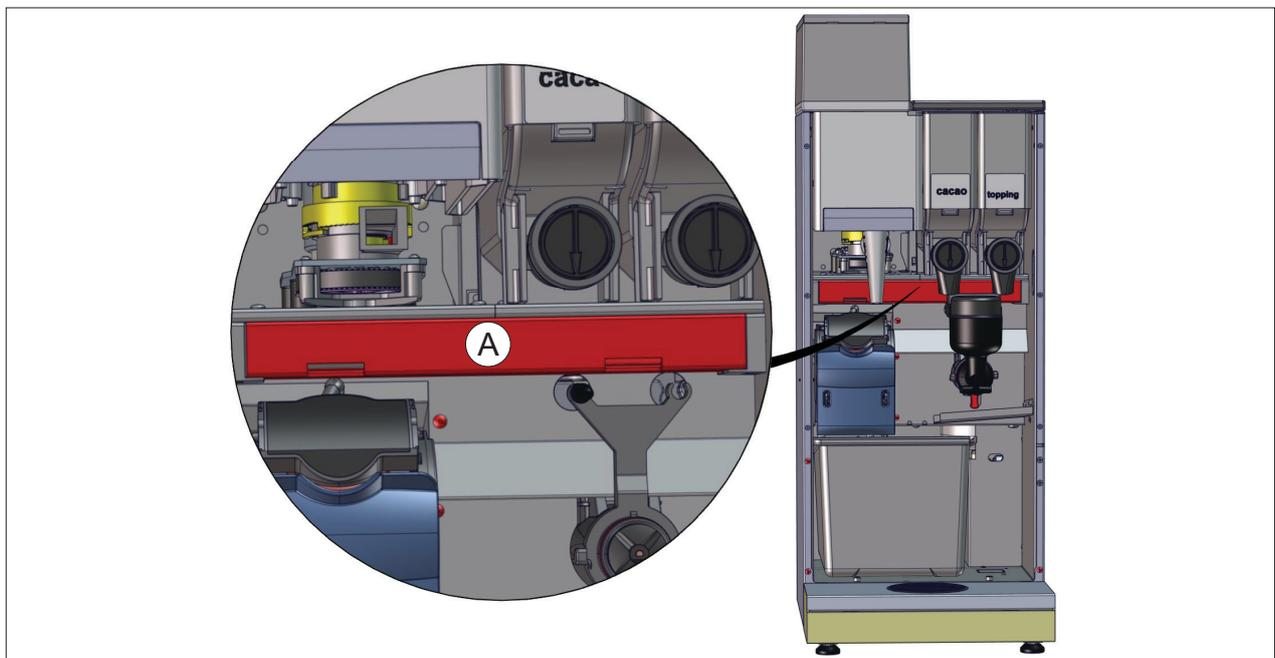

Abb. 120: Luftkanal
- 3 Luftkanal (Pos. A, Abb. 120) entnehmen.